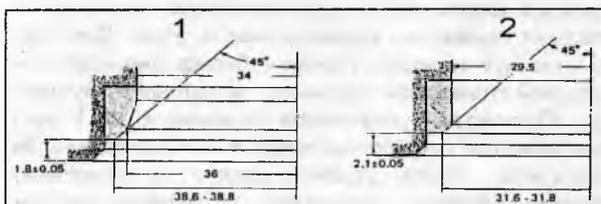

Рис. 66
ла с шириной рабочей части фаски седла клапана 1,4 мм и с углами профиля для выпускного (1) и впускного (2) клапанов в соответствии с Рис. 66. Сначала седло обрабатывается фрезой с углом заточки 45°, затем формируются нижняя и верхняя фаски с указанными на рисунке углами. На этом этапе ширина рабочей фаски уменьшается, и обработка заканчивается, когда ширина рабочей фаски достигнет требуемой величины. После обработки проведите притирку клапана по методике, изложенной в следующем разделе.